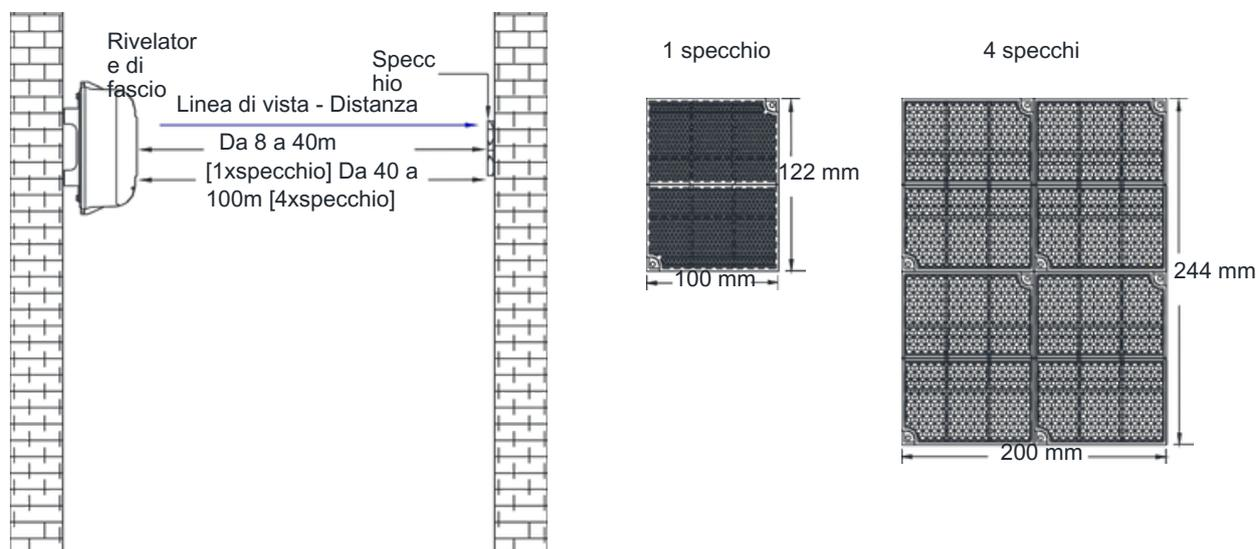

Figura 6: Montaggio dello specchio riflettore
1. A seconda dei requisiti del progetto, se la distanza tra il rilevatore e lo specchio riflettore è di 8-40 m, è sufficiente installare un riflettore; se la distanza è di 40-100 m, sono necessari quattro riflettori. Fare riferimento alla Figura 6.
3. Fissare lo specchio riflettore utilizzando due viti standard ST4x30; nel caso di uno specchio a un'unità, eseguire le stesse operazioni per gli altri specchi, se necessario. Fare riferimento alla Figura 6.